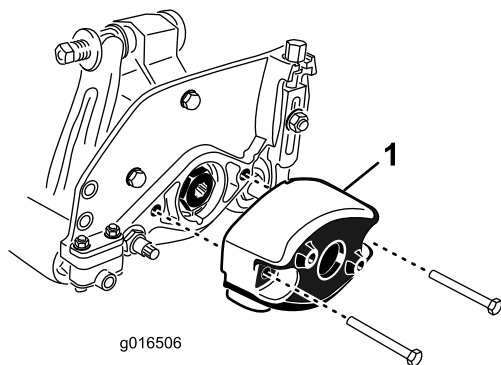

Figura 9
- Togliete i 2 bulloni che fissano il contrappeso all'estremità sinistra dell'apparato di taglio. Togliete il contrappeso (Figura 9).
- Applicate del grasso sulla sezione interna della scanalatura di trasmissione (Figura 9).
5. Sull'estremità destra dell'apparato di taglio applicate un leggero strato di olio sull'O-ring e montate il contrappeso con i bulloni rimossi in precedenza (Figura 9). Serrate le viti ad un valore compreso tra 16 e 20 Nm.